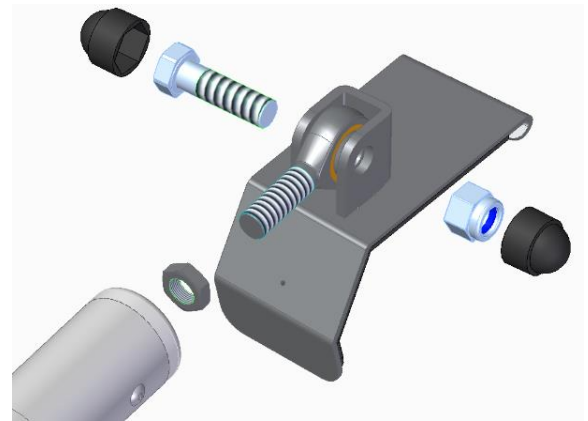

Abbildung 4
Nun können die Augenschrauben mit Gelenkkopf (11) und mit flachen Sechskantmutter M12 (18) in das Gewinde der oberen Rohr-Enden der Seitenrohre (1) gedreht werden (Abb. 4). Diese Muttern werden später zum Kontern und Sichern der Augenschrauben benötigt (Mindest-Einschraubtiefe der Augenschrauben in die Seitenrohre = 20mm).